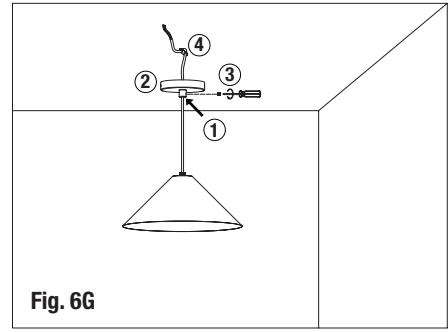

Fig. 6G
- Pass the hanging power cable through the center hole of the ceiling plate (1), adjust the strain relief (2) to an appropriate length and tighten it with the screw (3); Wrap the figure-eight buckle (4) around the wire to prevent it from falling off (Fig. 6G).
- Faites passer le câble d'alimentation suspendu par le trou central de la plaque de plafond (1), réglez le serre-câble (2) à une longueur appropriée et serrez-le à l'aide de la vis (3) ; enroulez la boucle en huit (4) autour du fil pour l'empêcher de tomber (Fig. 6G).